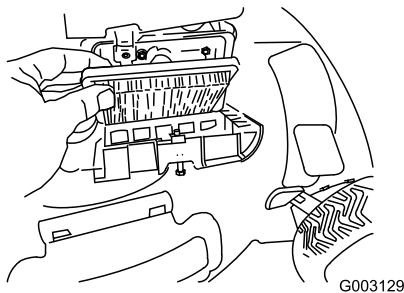

Figura 29
- Coloque la tapa (Figura 29).